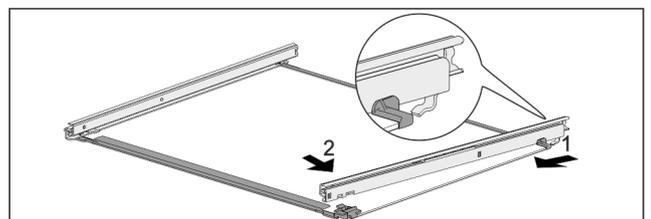

Fig. 140 Glasplatte mit Schienen
- ▶ Schiene hinten einhaken. Fig. 140 (1)
- ▶ Schiene vorne einrasten. Fig. 140 (2)